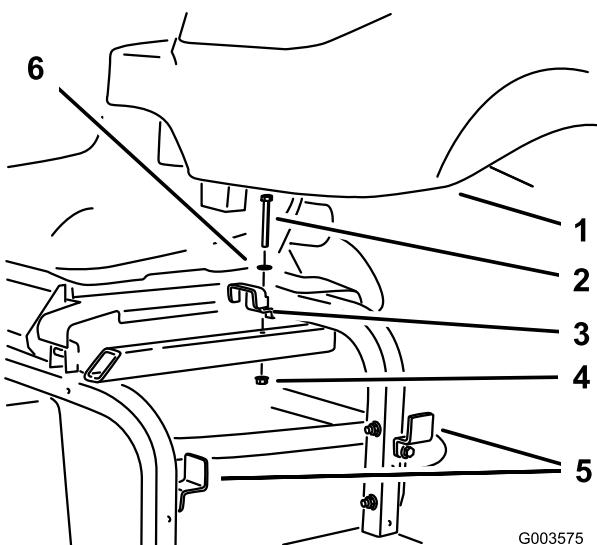

Figura 7
9. Retire el soporte superior del depósito de aceite hidráulico del bastidor de la máquina y afloje los dos soportes del lateral del bastidor. (Figura 7). Retire el depósito y guarde los herrajes.